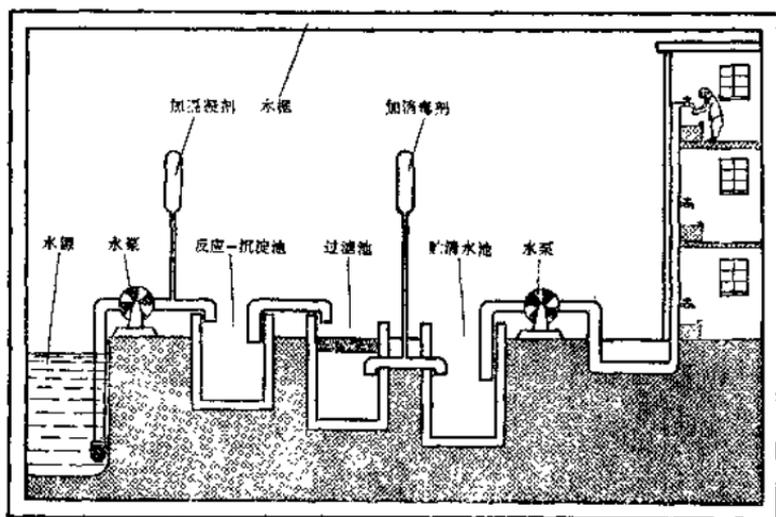
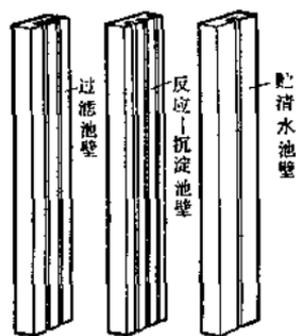

图 2-38
图 2-40
整个片子见图 2-38。由于片子比较长,可以分段放映。
3. 用片基，参照图 2-38 和已弯成的玻璃管画好图象，着色后贴在底板下面。阴影部分贴一层黑纸。然后用胶布把玻璃管胶贴在片基背面，部位要对准。
4. 锯六条厚有机玻璃做池壁，在它们的内侧用细锯锯槽（插片用，反应-沉淀池锯三条，过滤池锯二条，贮清水池锯一条，图 2-40）。按图 2-38，用氯仿胶在底板上面的相应位置处。